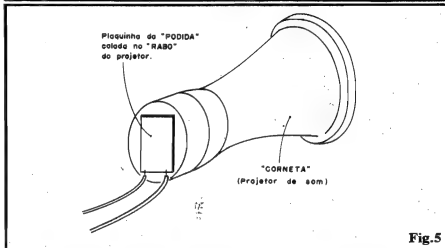

Fig. 5
- - Adesivo forte (tipo epoxy) para eventual colagem/fixação da placa da PODIDA ao "rabo" do próprio projetor de som, conforme sugestão abordada na fig. 5).
- FIG. 5 - SUGESTÃO PARA ACOMODAÇÃO FINAL - Vivemos a era da compactação... Tudo deve ser pequeno, ocupar o mínimo de espaço (essa filosofia foi "inventada" pelos japoneses, por óbvias limitações geográficas, mas o mundo todo "entrou na onda" e, para não sermos taxados de "adeptos de trambolhos", vamos junto...) e com essa intenção propomos a sugestão mostrada na figura, para implementação mecânica final da PODIDA: simplesmente colar (com adesivo forte, de epoxy...) a placa do cir-